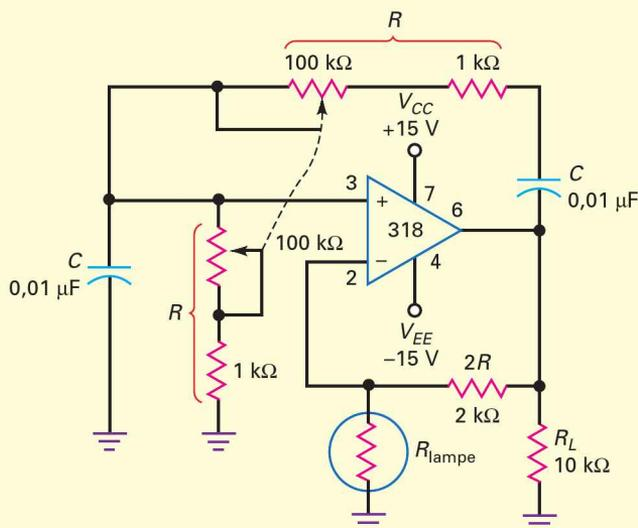
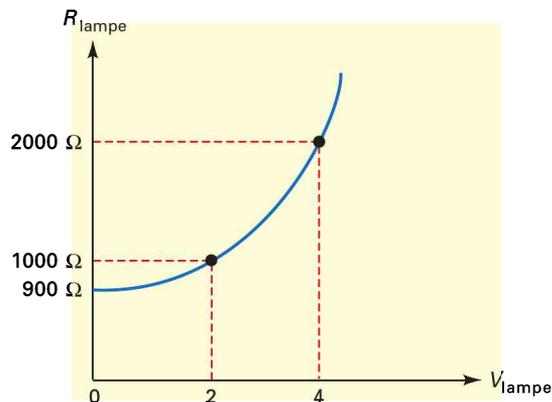

Figure 21.9
Figure 21.10
D'après la figure 21.9, calculez les fréquences maximale et minimale. Les deux résistances variables sont *couplées*, c'est-à-dire qu'elles évoluent de la même façon et qu'elles ont la même valeur pour toutes les positions du curseur.
21.1 Avez-vous compris ? Sur la figure 21.9, déterminer la valeur de la résistance variable pour une fréquence de sortie de 1 000 Hz.
La figure 21.10 donne la résistance de la lampe représentée sur la figure 21.9 en fonction de la tension à ses bornes. Si cette tension est exprimée en valeur efficace, quelle est la tension de sortie de l'oscillateur ?
Réponse D'après la figure 21.9, la résistance de réaction vaut 2 k Ω . Donc la sortie de l'oscillateur est constante quand la résistance de la lampe est 1 k Ω car cela donne un gain boucle fermée égal à 3.
Sur la figure 21.10, une résistance de lampe de 1 k Ω correspond à 2 V_{eff} à ses bornes. Le courant dans la lampe est :